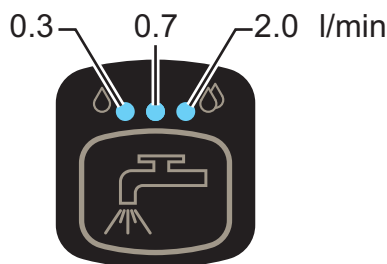

Figure 3
10. Régler le montant de flux du détergent en appuyant sur le bouton (43) selon le besoin, et en fonction du lavage à effectuer. La del allumée correspond à la valeur en litres/minute de solution distribuée tel qu'indiqué à la figure 3. Quand les del sont éteintes, le débit de solution est arrêté.